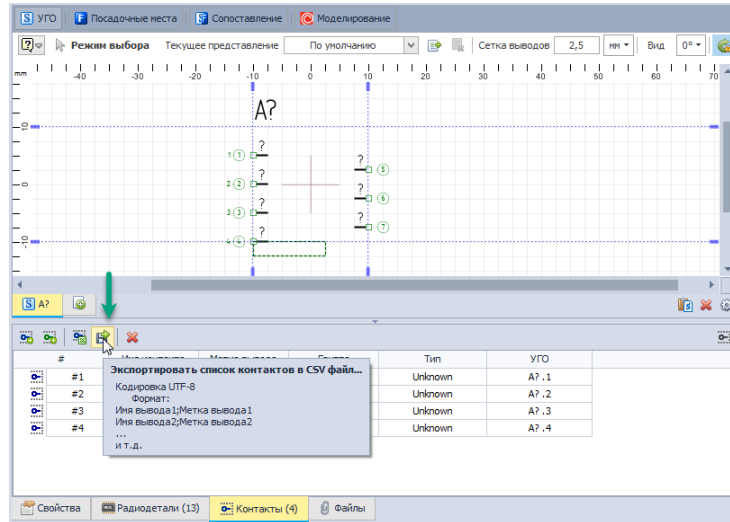

Рис. 278 Экспорт контактов
1. Нажмите на кнопку «Экспортировать список контактов», обозначенную значком  на панели инструментов окна редактора компонента во вкладке «Контакты», см. Рис. 278.